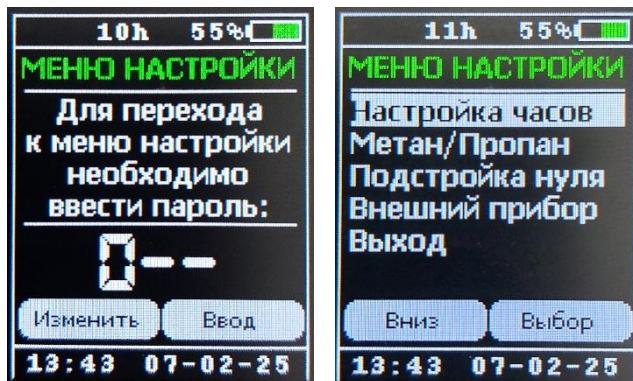

Рисунок 9.5.
9.6 Для перехода в меню настройки газоанализатора необходимо нажать и удерживать левую кнопку, которая находится под дисплеем (рисунок 9.5). Затем необходимо ввести трехзначный пароль 321. Для изменения цифры разряда необходимо кратковременно нажать левую кнопку под пиктограммой «Изменить». Для перехода на следующий разряд, необходимо кратковременно нажать правую кнопку под пиктограммой «Ввод». После ввода пароля отобразится меню настройки газоанализатора. Для перехода по подпунктам меню необходимо кратковременно нажать левую кнопку под пиктограммой «Вниз». Для перехода к выбранному подпункту